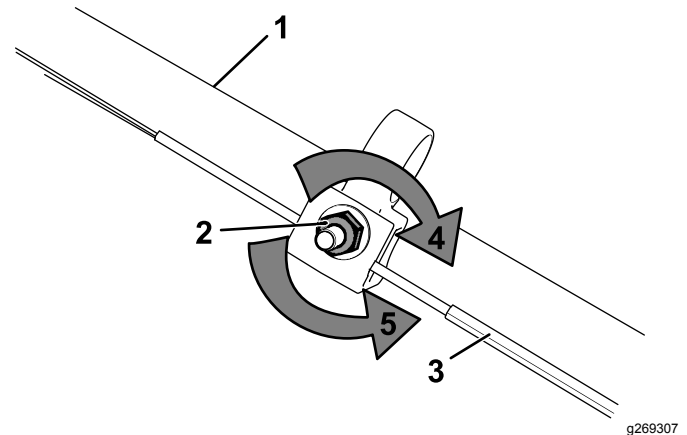

Figura 30
1. Gire la tuerca de ajuste en sentido antihorario para aflojar el cable (Figura 30).
2. Ajuste la tensión del cable (Figura 30) tirando del mismo hacia atrás o empujándolo hacia adelante, y manténgalo en esa posición.